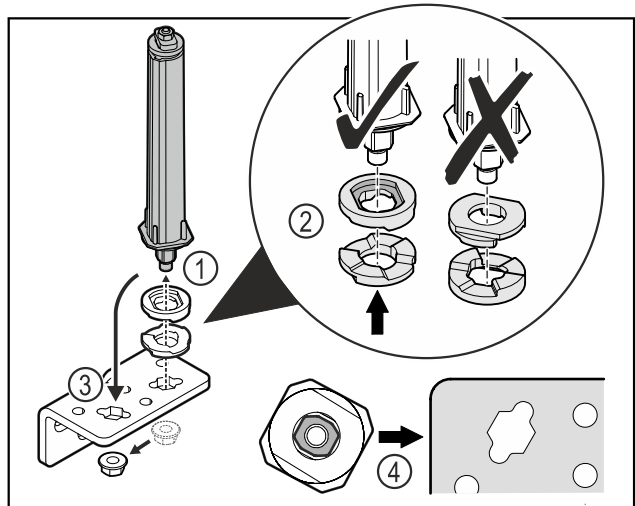

Fig. 47
- ▶ Aflojar la tuerca y retirar el sistema de bloqueo de la puerta Fig. 47 (1).
- ▶ Tener en cuenta la orientación correcta de las arandelas de ajuste de altura Fig. 47 (2).
- ▶ Cambiar la posición del sistema de cierre de la puerta en la escuadra de bisagra y fijar con la tuerca Fig. 47 (3).
- ▶ Tener en cuenta la orientación correcta del sistema de cierre de la puerta al insertarlo Fig. 47 (4).